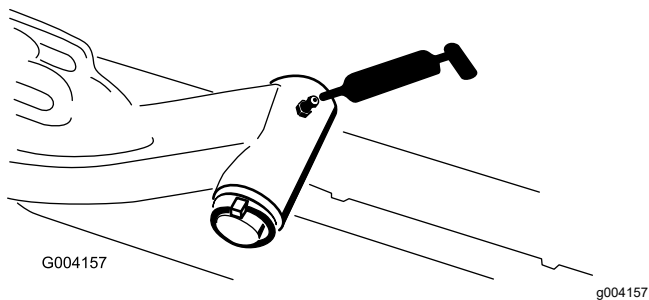

Figura 44
- Albero del perno del braccio di sollevamento (1 cad.) (Figura 44)